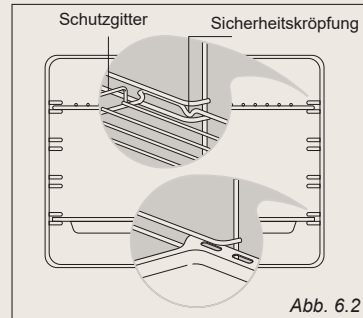

Abb. 6.2
- * Führen Sie die Fettpfanne und den Grillrost zwischen die Schienen der Seitenhalterungen ein, wie in abb. 6.2 dargestellt. Den Rost so montieren, dass die Sicherheitssperre, die unabsichtliches Herausziehen verhindert, ins Innere des Ofens zeigt.